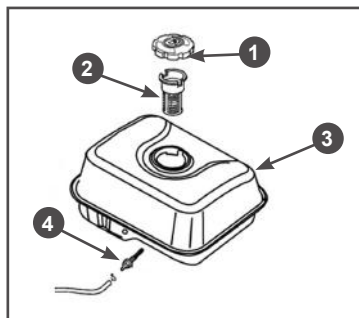

Рис. 18 Топливные фильтры
В топливном баке установлены два сетчатых топливных фильтра. Один фильтр устанавливается в заливной горловине топливного бака. Второй фильтр конструктивно объединен со штуцером топливного бака и установлен внутри бака (Рис. 18).
Через каждые 300 часов работы необходимо производить очистку топливного бака от грязи и конденсата. Одновременно с очисткой топливного бака необходимо проверять и очищать фильтр 4, установленный внутри бака (Рис. 18). Поврежденный или сильно загрязненный фильтр необходимо заменить.
3. Выкрутите из топливного бака выходной штуцер 4 и произведите его очистку (Рис. 18). Внимательно осмотрите сетчатый фильтр. При обнаружении механических повреждений замените штуцер топливного бака.